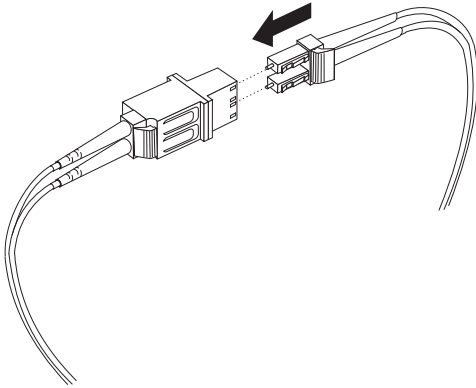

図 25. LC-LC ケーブルを LC-SC ケーブル・アダプターに接続する
4. 図 25 に示すように、LC-LC ケーブルの一方の端を LC-SC ケーブル・アダプターの LC コネクター側の端に慎重に差し込みます。コネクターを所定の位置にカチッと収まるまで押し入れます。